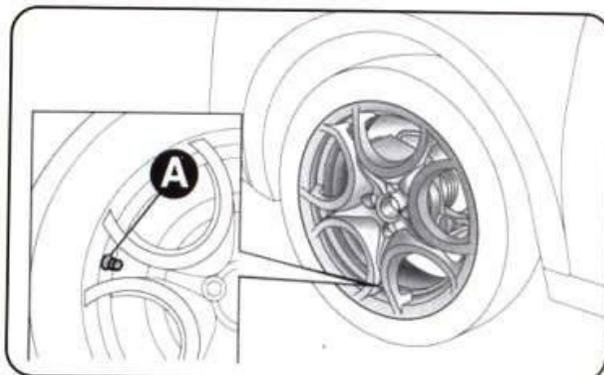

рис. 15
- установите колесо таким образом, чтобы вентиль А (рис. 15) был расположен, как показано на рисунке. Включите стояночный тормоз и положите комплект рядом с колесом;